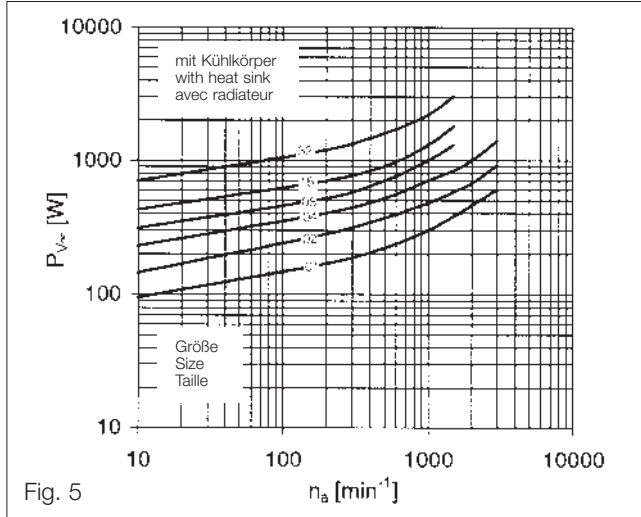

Fig. 5
- P_{20} (W) = puissance électrique à 20 °C (tabl. page 21)
- P_v (W) = perte de puissance
- P_{vzul} (W) = perte de puissance admissible (graphiques p. 17/18)
- $P_{v\infty}$ (W) = perte de puissance en fonctionnem. continu (fig.5+6)
$$P_V = P_{V\infty} \cdot \frac{t_B + t_0}{t_B} \quad (P_{V\infty} \cong \text{Fig. 5 +6})$$
$$(P_{V\infty} \triangleq \text{Fig. 5 + 6})$$
Die Diagramme Fig. 5 + 6 zeigen für Magnetpulverkupplungen die Abhängigkeit der max. zulässigen Dauer-Verlustleistung $P_{V\infty}$ von der Drehzahl n_a des Primärbauteils.
The diagrams figs. 5 + 6 show the variations of the maximum permissible continuous heat dissipation with respect to the speed (n_a) of the primary rotor for magnetic particle clutches.